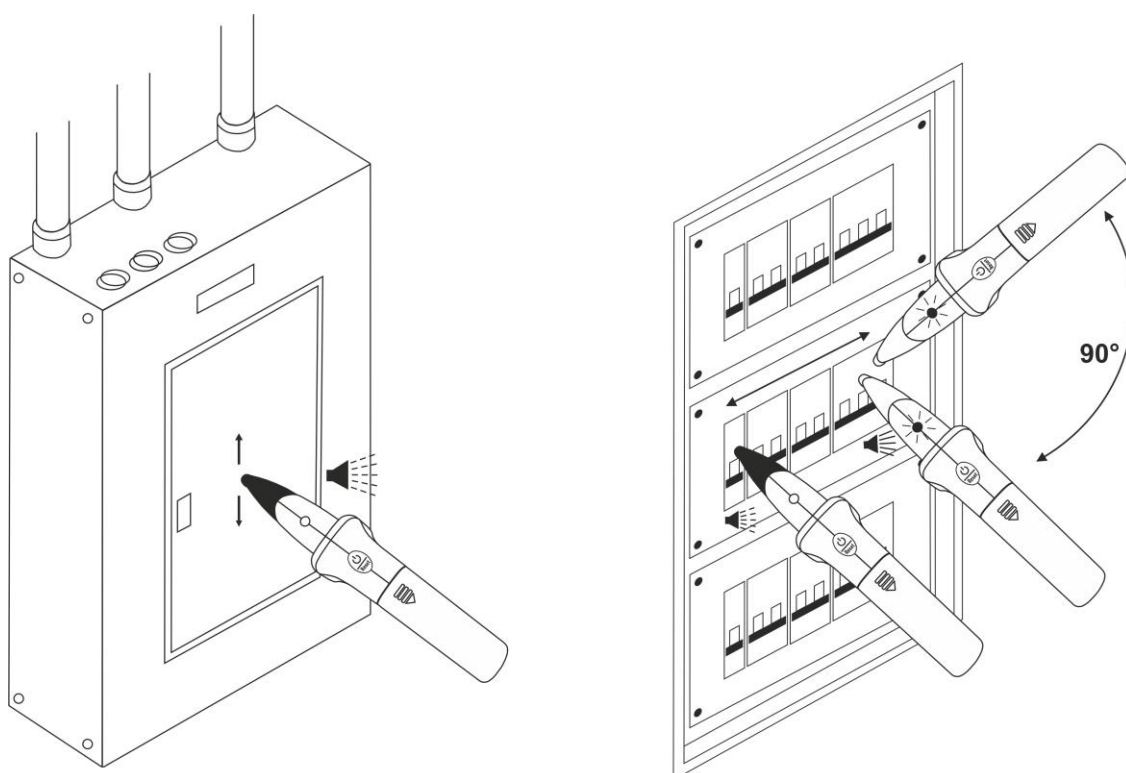

Fig. 4: Localização do dispositivo de proteção
5. Colocar-se na proximidade do quadro elétrico em que o som intermitente é de intensidade maior e mover o elemento sensível em sentidos diferentes (ver Fig. 4 – lado esquerdo)
- No caso de dificuldade em identificar o dispositivo de proteção a testar (por exemplo dois dispositivos adjacentes fornecem uma intensidade sonora semelhante) rodar em 90° o recetor (ver Fig. 4 – lado direito) de modo a facilitar a pesquisa do sinal. Em geral, seguir o ângulo em que o dispositivo de proteção foi instalado no interior do quadro